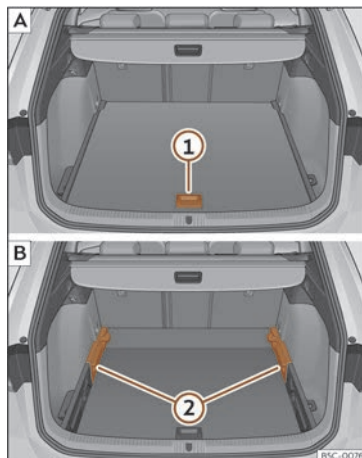

Fig. 189 Podeaua mobilă a portbagajului:
- Pentru a trece de la poziția inferioară la poziția superioară, ridicați podeaua de mânerul >>> **fig. 189** (1) și trageți-o înapoi până când partea din față a podelei trece complet de suportii (2).
- Deplasați podeaua în față peste suportii, până la spătarul banchetei din spate și apoi coborâți podeaua folosind mânerul (1).
- Pentru a trece de la poziția superioară la cea inferioară, ridicați podeaua de mânerul >>> **fig. 189** (1) și trageți-o înapoi până când partea din față a podelei trece complet de suportii (2).
• Acum așezați partea din față peste șinele inferioare ale suporturilor, glisați podeaua până la spătarul banchetei din spate și coborâți în același timp podeaua, folosind mânerul ①.
• Ridicați podeaua variabilă în poziția superioară folosind mânerul >>> fig. 189 ①, ridicați-o și apăsați-o spre spătarul banchetei, până când se pliază pe linia balamalei și partea mobilă a acesteia se sprijină sub greutatea proprie.